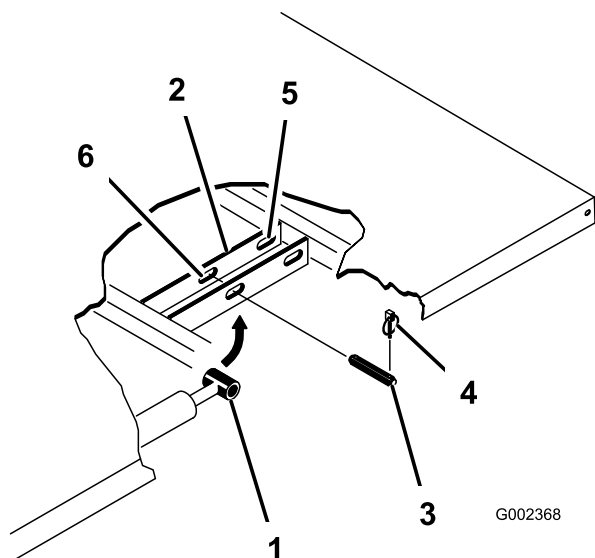

Figure 3
4. Retirez les goupilles à anneau aux extrémités extérieures des axes des tiges de vérins (Figure 3).
5. Retirez les axes de chape qui fixent les extrémités des tiges de vérins aux plaques de montage du plateau en les poussant vers l'axe de la machine (Figure 3).